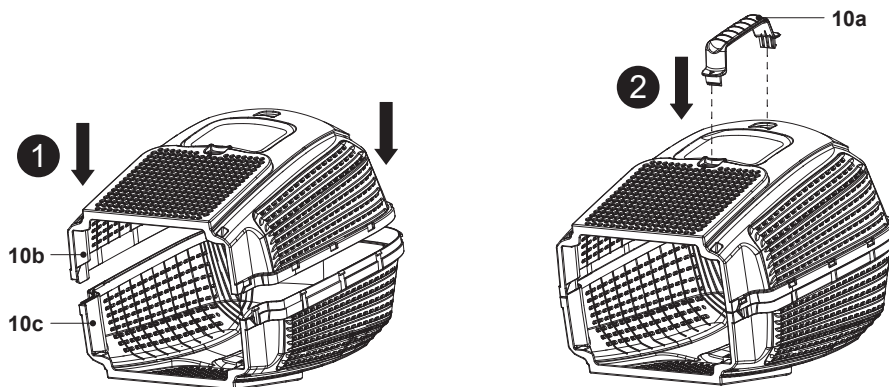

Fig. 4
3. Placer la poignée (10a) sur le dessus du bac de ramassage (Fig. 4).